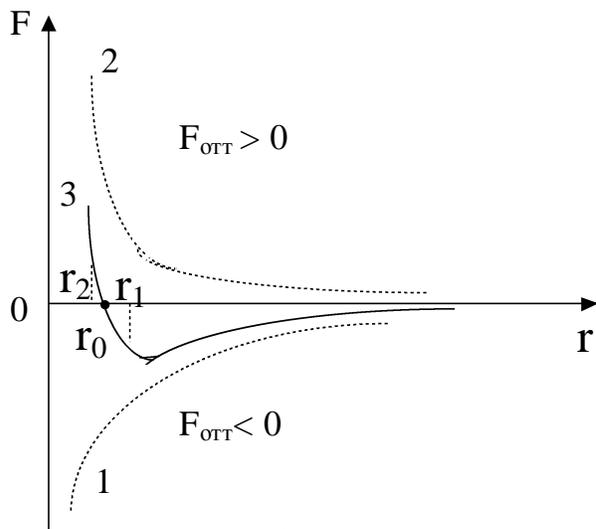

Рис.1
На рис.1 представлена зависимость сил притяжения (1), отталкивания (2) и результирующей силы взаимодействия от расстояния (r) между атомами (молекулами, ионами) кристаллов различных типов. Причём в узлах кристаллической решётки ($r=r_0$) действие сил притяжения ($F_{пр}<0$) и отталкивания ($F_{отт}>0$)
Если под действием внешней силы расстояние r между атомами будет изменено, например, увеличено $r_1 > r_0$ или уменьшено $r_2 < r_0$, то в этом случае результирующая сила окажется не равной нулю. То есть сила упругости, возникающая в образце, будет иметь характер, соответственно, притяжения или отталкивания (рис.1).